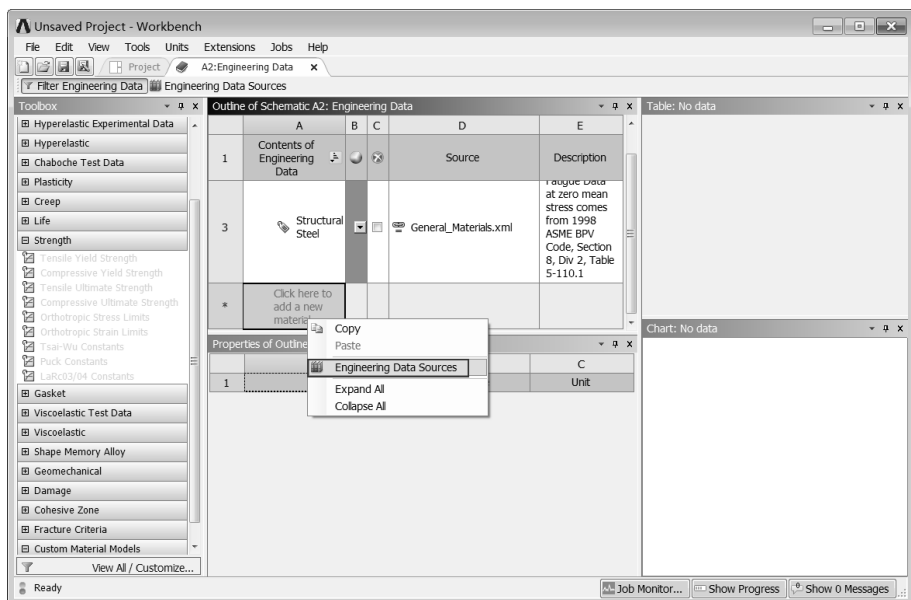

图 5-168 材料参数设置界面
Step2：在界面的空白处单击鼠标右键，在弹出的快捷菜单中选择 Engineering Data Sources（工程数据源），此时的界面会变为如图 5-168 所示的界面。原界面窗口中的 Outline of Schematic A2:Engineering Data 消失，取代以 Engineering Data Sources 及 Outline of Favorites。